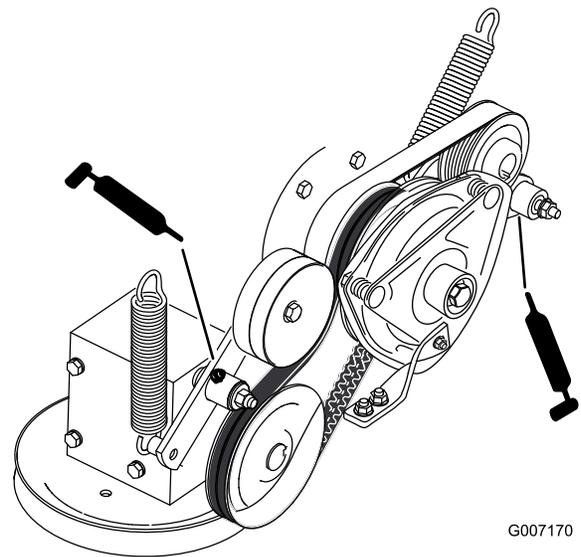

Figura 38
7. Lubrifique o braço intermédio da correia da tomada de força (PTO) (Figura 38).
8. Lubrifique o braço intermédio da correia da bomba (Figura 38).